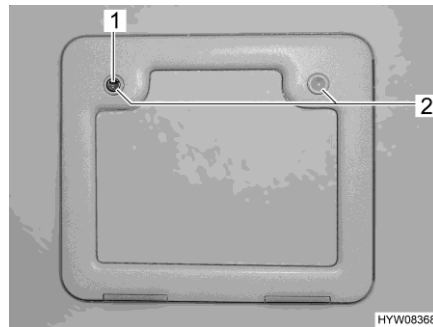

Bild 111 Klappe (Fäkalientank)
- Klappe für Fäkalientank außen am Fahrzeug öffnen. Dazu Schlüssel in den Schließzylinder des Druckschlösses (Bild 111,1) stecken und eine viertel Umdrehung im Uhrzeigersinn drehen.
- Beide Druckschlösser (Bild 111,2) gleichzeitig mit dem Daumen drücken und Klappe für den Fäkalientank öffnen.